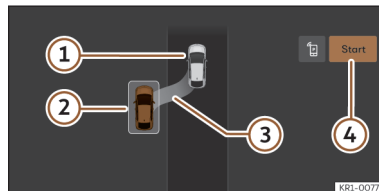
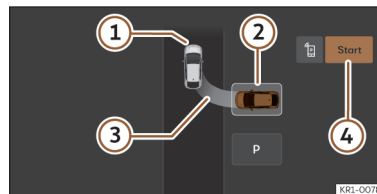

**Fig. 157** No ecrã do sistema infotainment: posição para estacionar em linha.
**Fig. 158** No ecrã do sistema infotainment: posição para estacionar em espinha.
>>> **Fig. 157**, >>> **Fig. 158**
- Observe na visualização do ecrã do sistema infotainment se se detetou o lugar como «apropriado» e se atingiu a posição correta para estacionar >>> **Fig. 157**, >>> **Fig. 158**. Pare o veículo, siga as instruções apresentadas no infotainment.